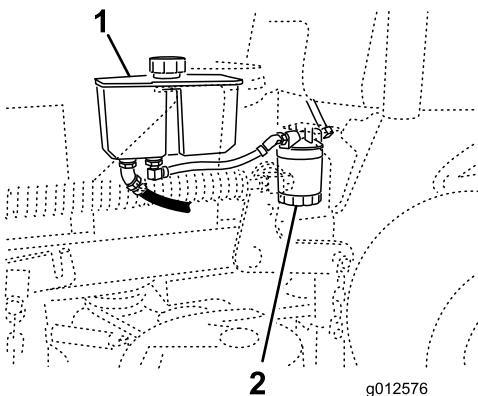

Bild 73
3. Stellen Sie eine Auffangwanne unter den Filter (Bild 73).